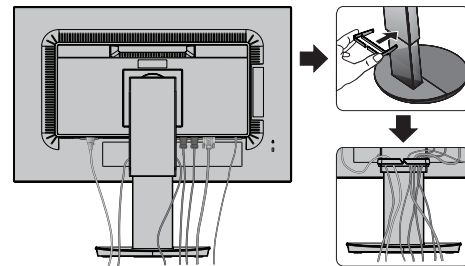
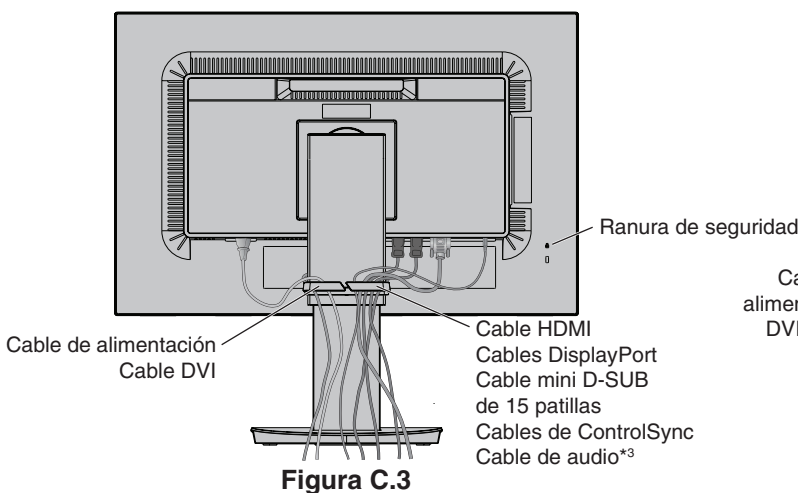
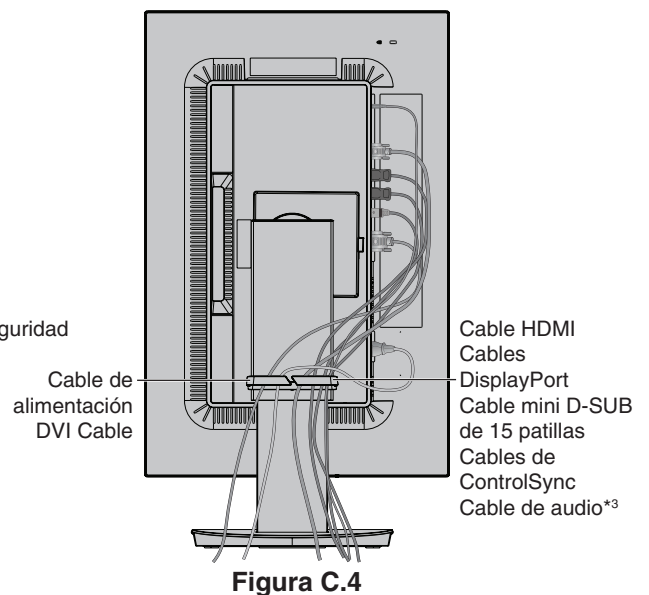

Figura C.2
Figura C.3
Figura C.4
- Coloque el pasacables en el soporte (**figura C.2**). Sujete los cables en el pasacables y distribúyalos uniformemente (**figura C.3** y **figura C.4**).